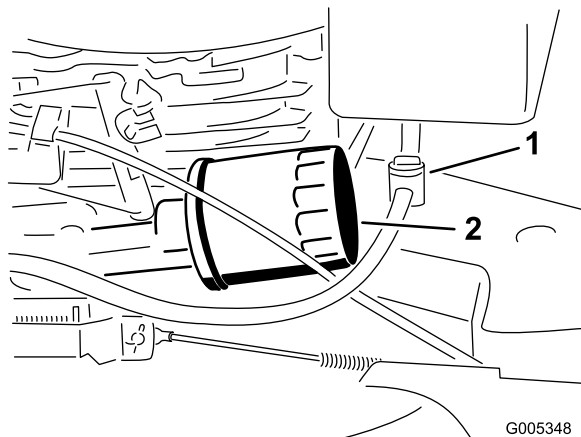

Figura 22
Cambie el filtro de aceite (Figura 22) cada 100 horas de operación o una vez al año, lo que ocurra primero.
3. Cierre la válvula de combustible (Figura 22)